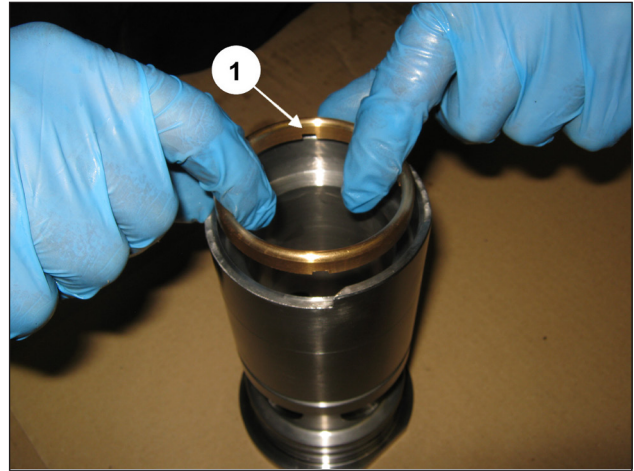

Abb. 123
Montieren Sie den Kopfring (Pos. ①, Abb. 123), die HD-Dichtung (Pos. ①, Abb. 124), den Restop-Ring (Pos. ①, Abb. 125) und den Zentrierring (Pos. ①, Abb. 126).